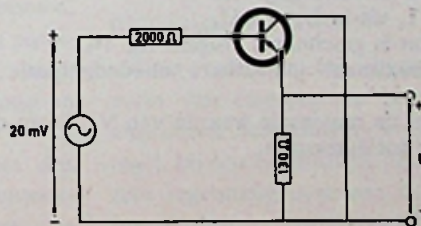

FIG. 10
- De transistor in het in fig. 10 getekende wisselstroomschema van een emittervolger versterkt de basisstroom 70 maal. De basis-weerstand (r_B) bedraagt 1500Ω en de overgangswaerstand van de emitterbasislaag bedraagt 20Ω .